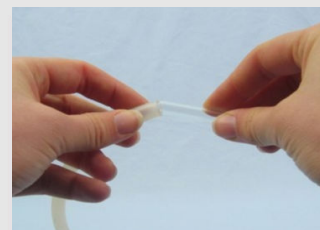

Fig. 9
8. Construye un manómetro de tubo en U con los dos tubos de vidrio de 250 mm de largo y un trozo de tubo (de unos 50 cm de largo) y sujétalo en el soporte del tubo de vidrio (**Fig. 9 + 10**).